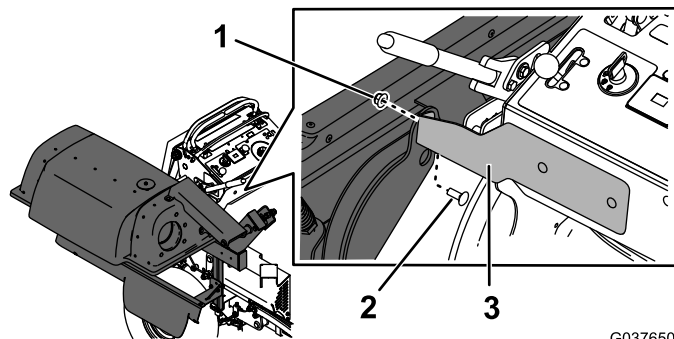

Figura 16
4. Prenda a estrutura do depósito de recolha ao suporte de montagem dianteiro utilizando um parafuso de carroçaria ($\frac{3}{8}$ pol. x 1 pol.) e porca ($\frac{3}{8}$ pol.), como se mostra na Figura 16.